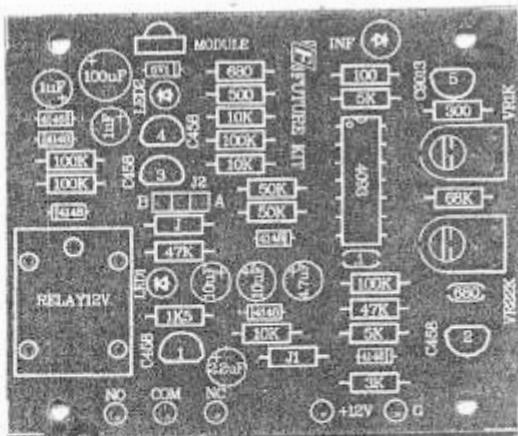

Рис. 3. Монтажная схема
- Установите все детали согласно рис. 3 в следующей последовательности: сначала малогабаритные, а потом все остальные элементы. Припишите панельку микросхему, а по окончании сборки установите в панельку микросхему.